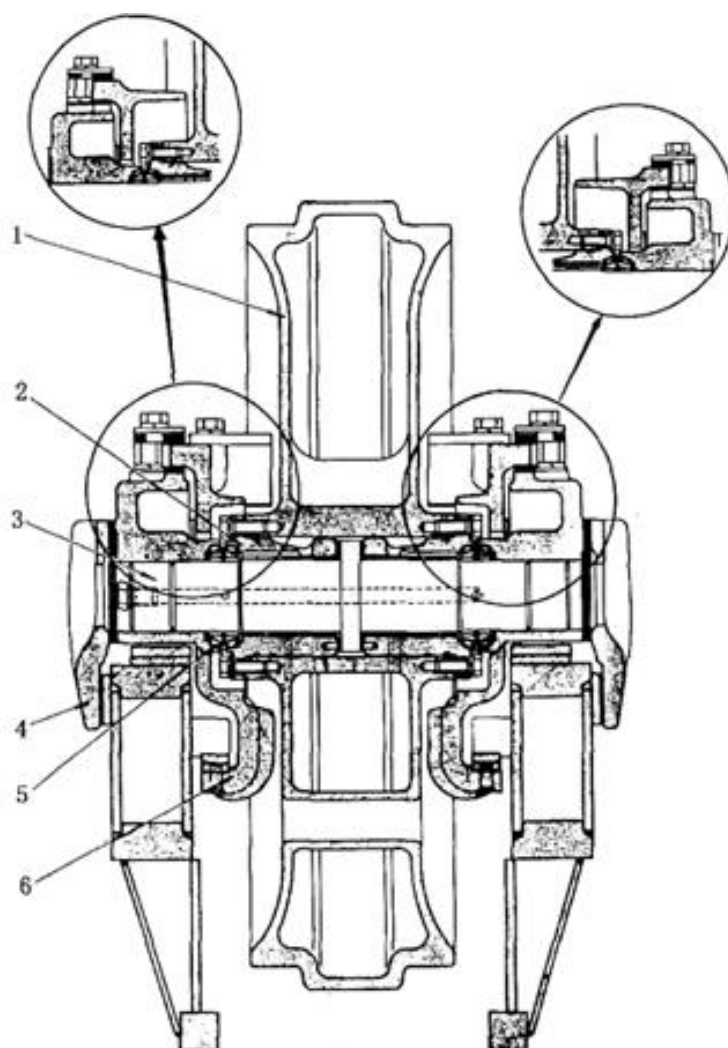

Рис. 5-48
4. Поддерживающий каток (см. Рис. 5-48)